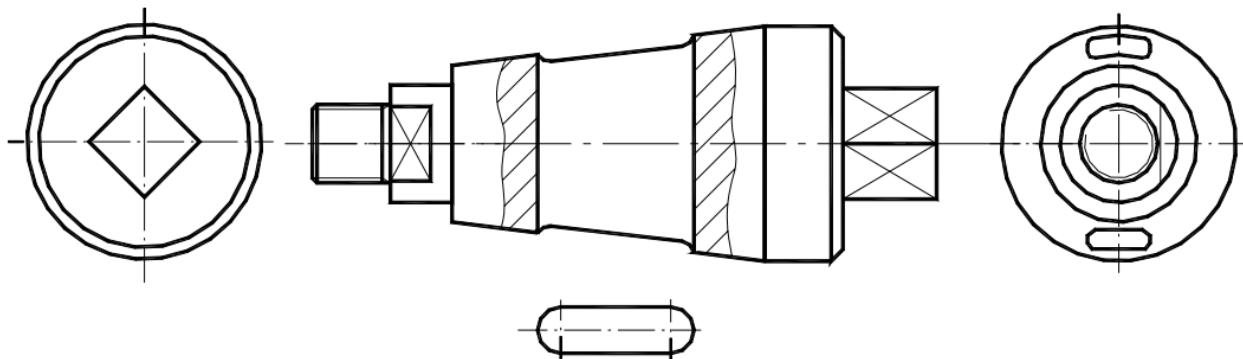

Рис. 5 Представление детали
- грани параллелепипедов, оснований пирамид, плоских скошенных частей цилиндра, имеющих форму четырехугольника, изображаются посредством начертания тонкой сплошной линии по обеим диагоналям (**рис. 5**).